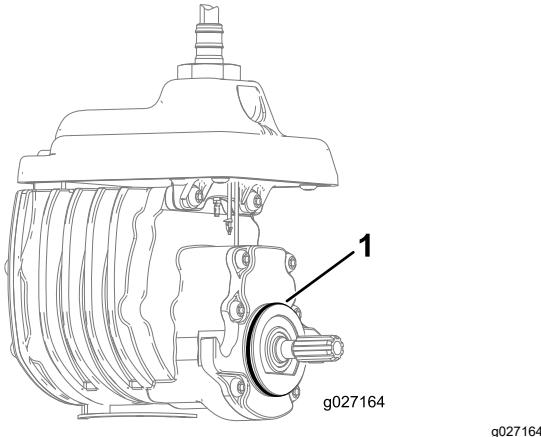

**Figura 5**
1. Retire y deseche el tornillo de fijación de la chapa lateral del motor del molinete (Figura 5).
2. Instale el engrasador recto (Figura 5).
3. Si no hay pernos en la placa lateral del motor del molinete, instálelos (Figura 5).
Las unidades de verticorte pueden instalarse en cualquiera de las 5 posiciones de la unidad de tracción. La Figura 5 muestra la orientación del motor para cada posición. En las posiciones que requieren que el motor se monte en el extremo derecho de la unidad de verticorte, instale un contrapeso en el extremo izquierdo de la unidad de verticorte. En los casos en los que el motor tenga que montarse en el extremo izquierdo, instale un contrapeso en el extremo derecho de la unidad de verticorte.